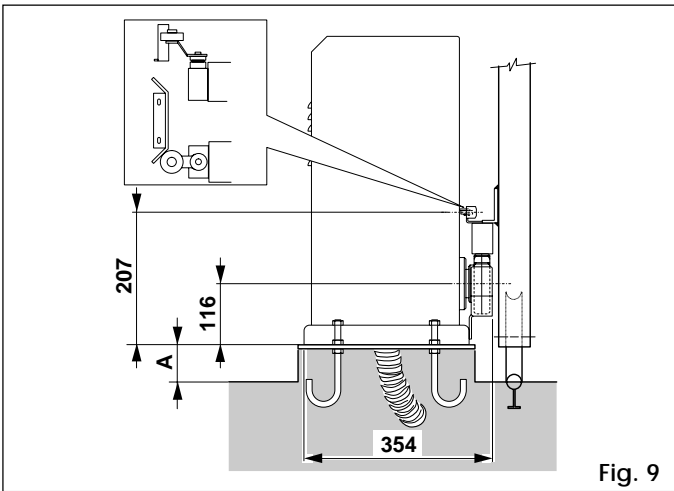

Fig. 9
**N.B.:** se aconseja colocar la placa ligeramente realizada con respecto al nivel del suelo (fig. 9 ref. A).